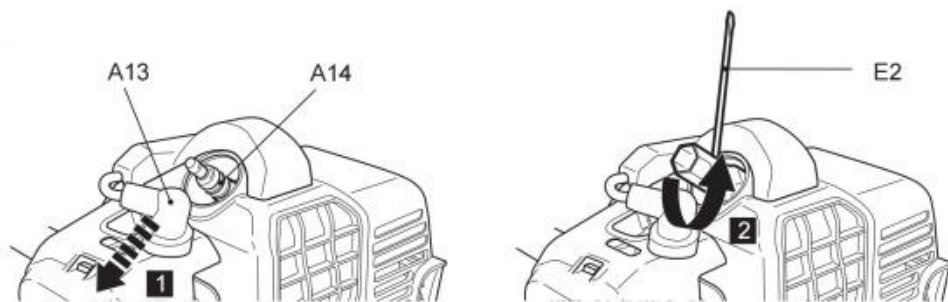

Fig. 78
2. Allentare la candela (A14) in senso antiorario utilizzando l'utensile multifunzione (E2) e rimuoverla con cautela (Fig. 78).